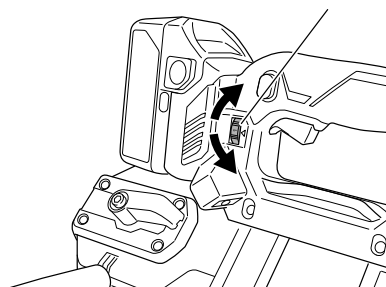

Fig. 11
8. Réglage de la vitesse de fonctionnement (Fig. 11)